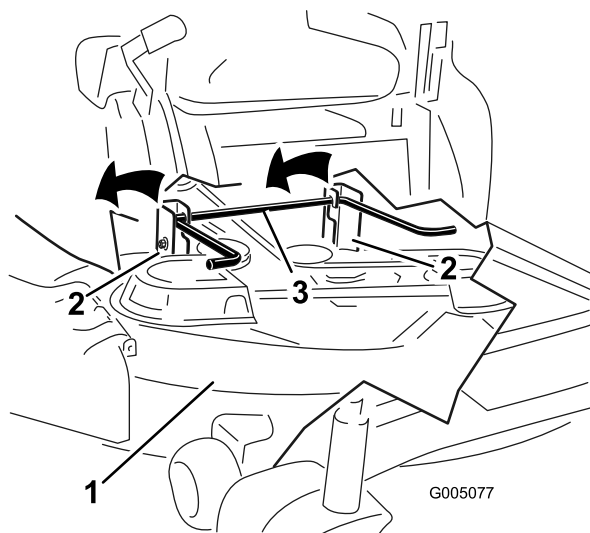

Figure 74
7. Soulevez et enlevez le plateau de coupe et les supports de la tige de levage arrière et abaissez la tondeuse au sol avec précaution (Figure 74).